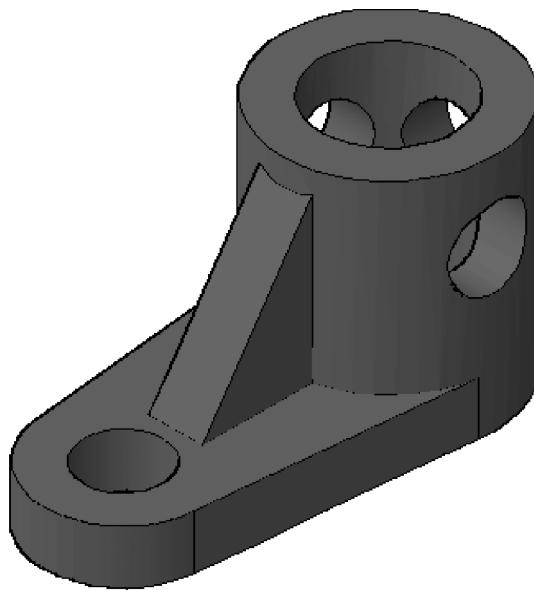

图 13-28 模型
2. 绘制如图 13-28 所示模型，具体尺寸参见图 13-29。